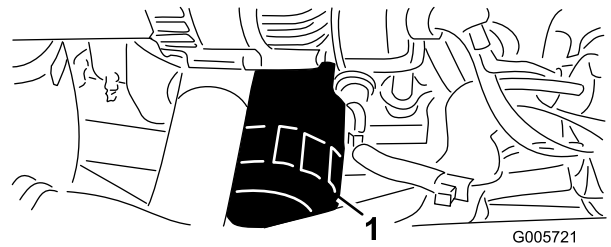

Bild 47
5. Entfernen und wechseln Sie den alten Ölfilter aus (Bild 47).